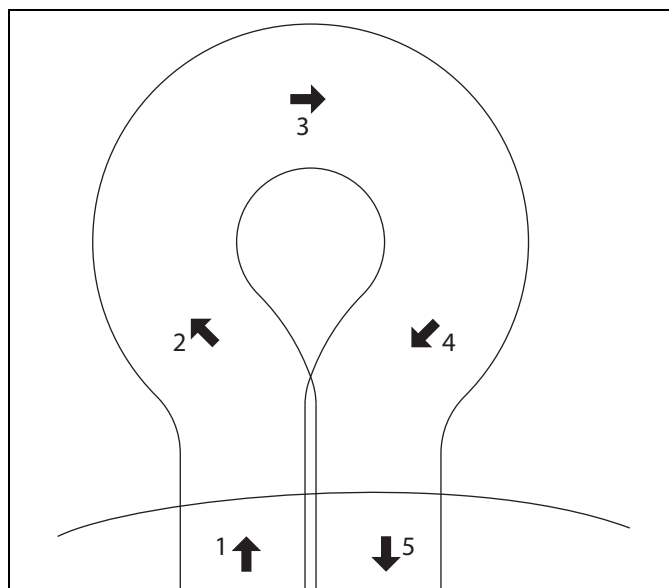

Figura 5C
- e. Para virar a direita, comece por rodar o corta-relvas ligeiramente para a esquerda (**2**). Quando o corta-relvas se tiver movido aproximadamente 1/2 da sua própria largura, gire-o rapidamente para a direita (**3 e 4**), guiando o corta-relvas com a sua mão direita. Este método torna possível girar rapidamente com muito poucos passos. [Figura 5C].